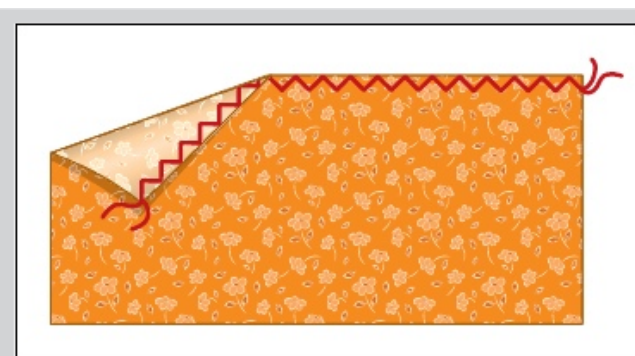

Рис. 97. Обмётывание
3. Проложить строчку зигзагообразных стежков по срезу детали (рис. 97).